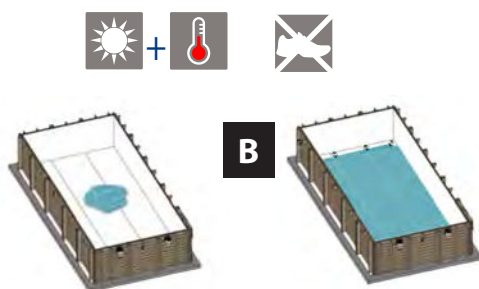

Fig. 13 / Abb. 13 / Afb. 13
**B** Place the liner in the centre of the pool (figure 13) and unfold it starting from there (figure 14) Uniformly distribute the space between the dimensions of the liner and those the structure all round.
**B** Placez le liner au centre de la piscine (figure 13) et le déplier à partir de ce centre (figure 14). Répartissez de façon égale le jeu existant entre la dimension du liner et la dimension de la structure sur tout le pourtour.
**B** Platzieren Sie den Liner in der Mitte des Pools (Abb. 13) und entfalten Sie ihn von dort aus (Abb. 14). Verteilen Sie das Spiel zwischen den Maßen des Liners und denen des Tragwerks gleichmäßig auf dem ganzen Umriss.
**B** Plaats de liner in het midden van het zwembad (afbeelding 13) en ontvouw hem vanuit hier (afbeelding 14). Leg het geheel van de liner uit over de gehele omtrek gelijkmatig uit ten opzichte van de zwembadstructuur.